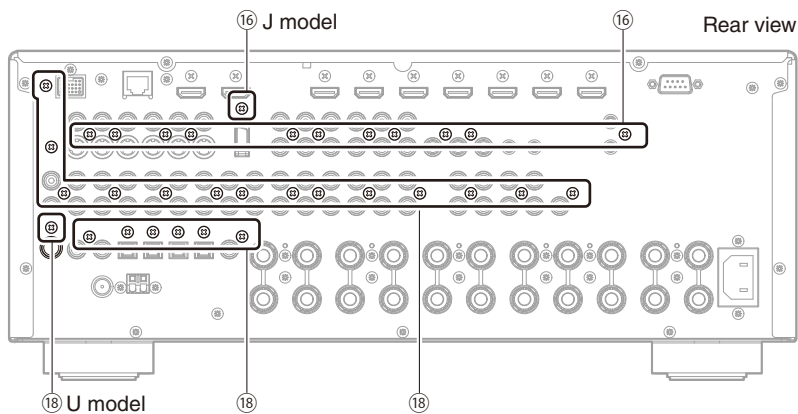

Fig. 4
**5. Removal of VIDEO (1) P.C.B.**
- a. Remove 11 screws (16). (Fig. 4)
- b. Remove 21 (U model)/20 (C, R, T, K, A, B, G, F, L models) screws (18). (Fig. 4)
**5. VIDEO (1) P.C.B. の外し方**
- a. ⑯のネジ 12 本を外します。(Fig. 4)
- b. ⑱のネジ 20 本を外します。(Fig. 4)